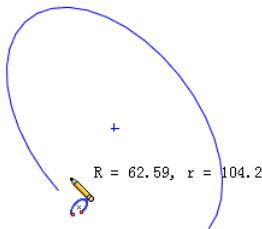

图 2-18 绘制椭圆弧
5. 保留圆周引导线, 绕圆周拖动鼠标来定义椭圆的范围, 如图 2-18 所示。